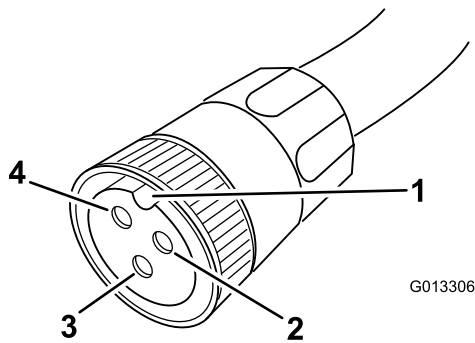

图10
- 2. 如图 10 所示，拿起电缆使缺口向上（12 点钟方向）。